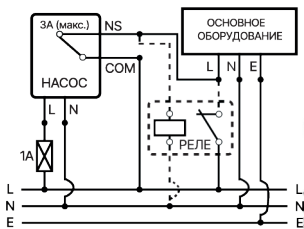

Рис. 2
- Аварийная схема. Для того, чтобы предотвратить ущерб из-за протечек в случае выхода дренажной помпы из строя, настоятельно рекомендуется подключение аварийной схемы. Коммутационная способность контактов аварийной схемы 3A/-240В. Если в вашем случае этого недостаточно, используйте дополнительное реле (см. рис. 2).